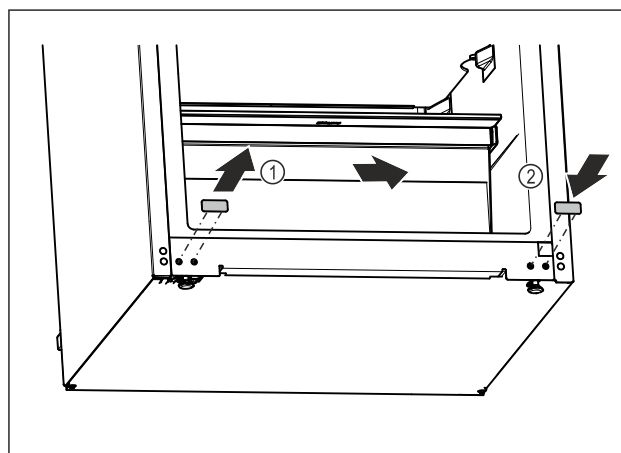

Fig. 18
- ▶ Издърпайте покриващата тапа. Fig. 18 (1)
- ▶ Поставете покриващата тапа от другата страна. Fig. 18 (2)